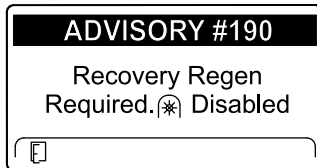

Bild 51
- Recovery regeneration required – power takeoff disabled ADVISORY #190 (Bild 51)